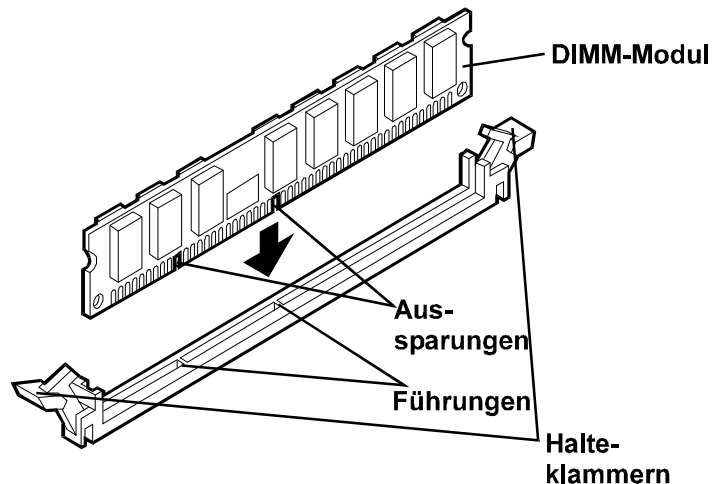

Abbildung 5-3. Einsetzen eines DIMM-Moduls im Sockel
2. Installieren Sie die DIMM-Module wie folgt (siehe Abbildung 5-3):